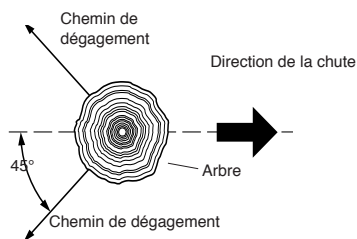

Figure 11 - Chemin de dégagement pour s'éloigner de l'arbre
3. Avant d'abattre un arbre, prévoir un chemin de dégagement et le dégager. Le prévoir à l'opposé de la direction de chute de l'arbre et à un angle de 45°. (voir la Figure 11, à la page 61).
⚠ AVERTISSEMENT : Ne pas scier l'arbre complètement. Laisser environ 5 cm (2 po) de bois non scié directement derrière le sifflet d'abattage. (voir la Figure 11.) Cette partie non sciée sert de charnière. La charnière empêche l'arbre de se tordre et de tomber dans la mauvaise direction.